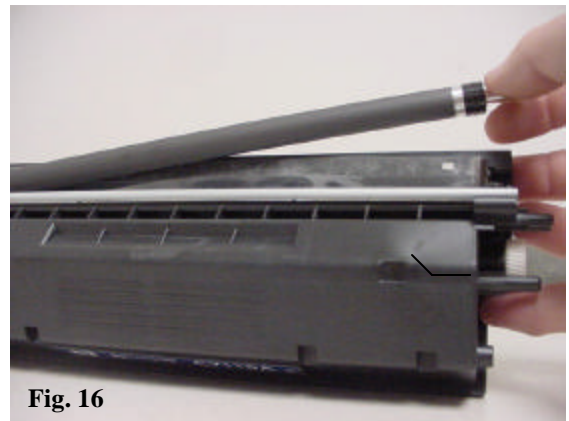

Fig. 16
13. Cuidadosamente remueva el rodillo magnético levantando el rodillo de la sección del **toner hopper** (Fig. 16). Note donde están localizados los componentes periférico en el rodillo magnético (**bushings, etc**). Use aire comprimido para remover **toner** que sobre del superficie del **sleeve** y inspeccione para danos.